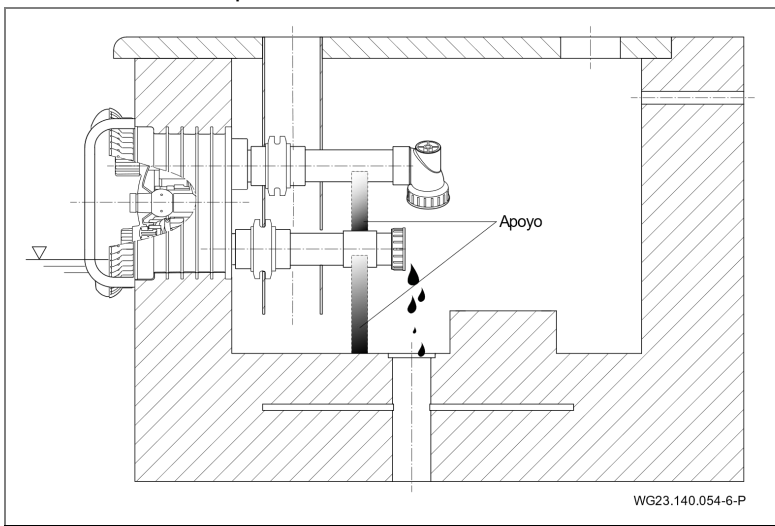

Fig. 28
3. Descargar la tubería de aspiración e impulsión por medio de apoyos. Ver "Fig. 28".